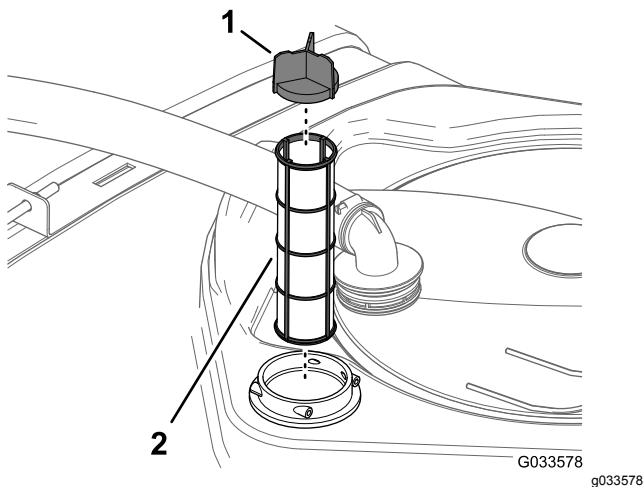

Рисунок 96
- Извлеките фильтр линии всасывания из его корпуса в баке (Рисунок 96).